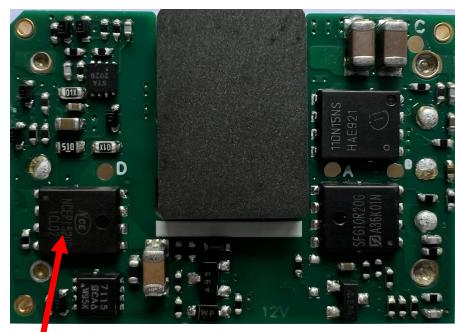

图 6
热元件安装在产品的顶面上，通过传导、对流和辐射的方式将热量散发到周围环境中，应提供足够的散热条件以确保产品可靠运行。通过测量图 6 中热测试点①的温度可以验证散热条件是否满足。